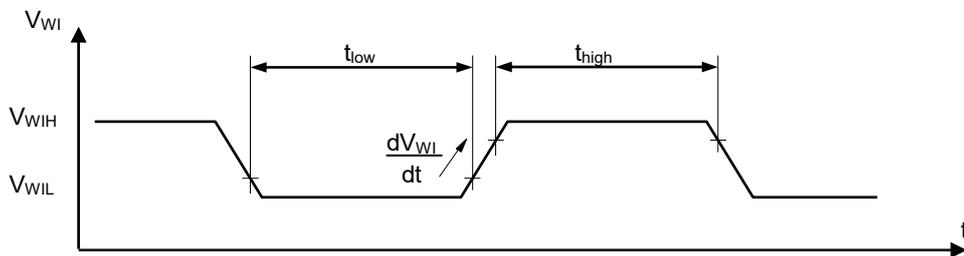

图5
*2. 将满足图5的条件 的上升边缘输入到WI端子时，看门狗定时器检测出触发。
从看门狗定时器的监视对象输入的信号应满足图5的条件。